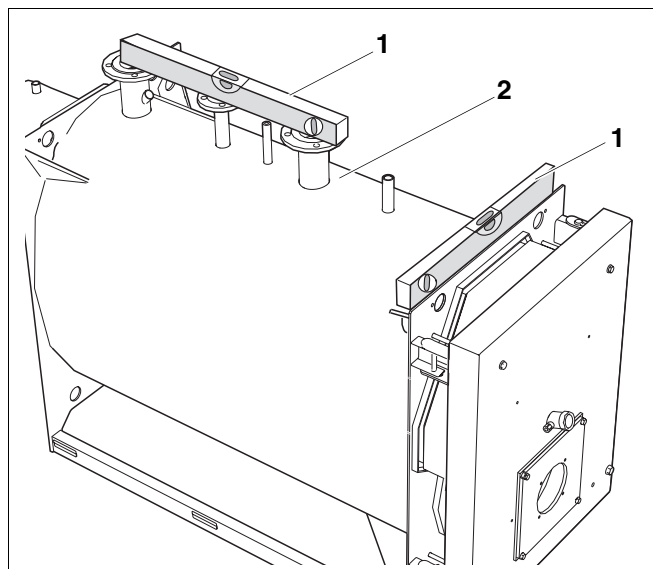

Рис. 8 Выравнивание отопительного котла
Котел (рис. 8, поз. 2) нужно выровнять по горизонтали и вертикали так, чтобы в нем не скапливался воздух.
- Выровнять отопительный котел (рис. 8, поз. 2), как показано на рис. 8 по горизонтали и вертикали, используя уровень (рис. 8, поз. 1).